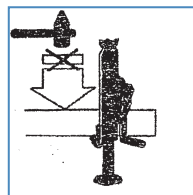

Fig. 5
5. Assicurarsi che il carico non trasmetta impatti o vibrazioni (fig. 5)